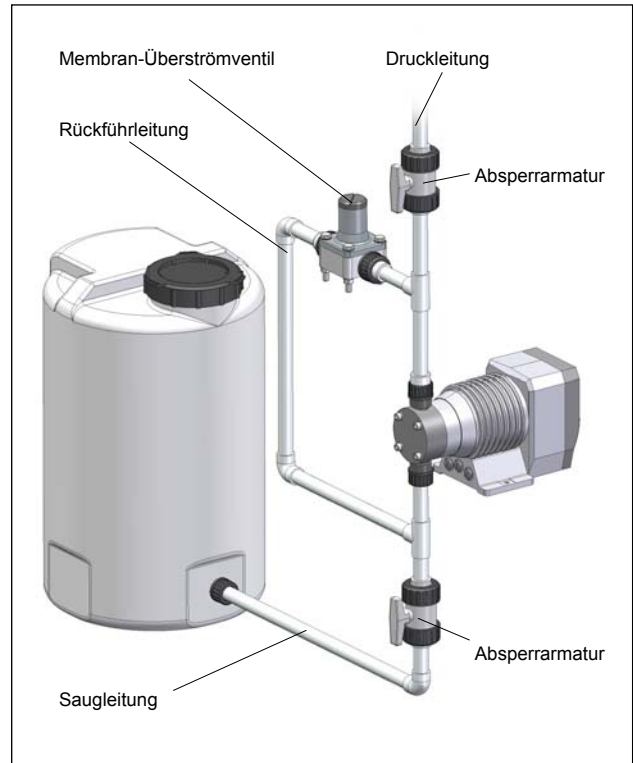

Abb. 17 Installation mit Überströmventil
- oder direkt an die Pumpensaugleitung anschließen, jedoch nur, wenn kein Rückschlagventil in der Saugleitung vorhanden ist (z.B. Fußventil einer Sauglanze) (vgl. Abb. 17).